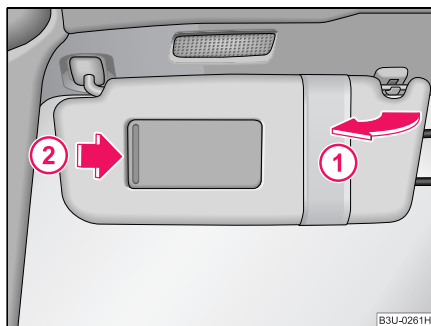

Fig. 45 Parasolarele: rabatarea acestora
Parasolarele pentru locul conducătorului auto și pentru locul pasagerului din dreapta pot fi scoase din suport și rabatate spre ușă în direcția săgeții ① ⇒ Fig. 45.